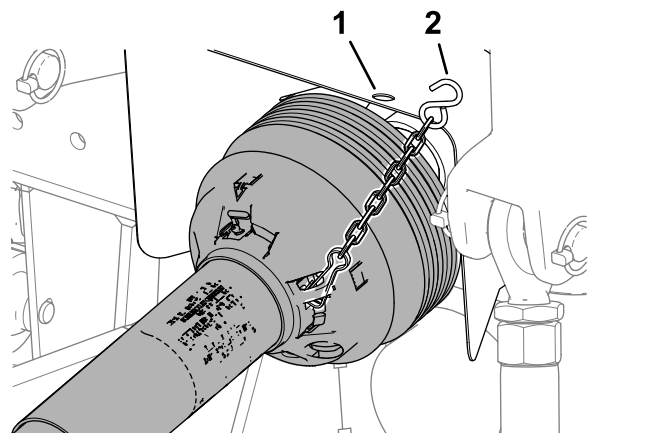

図 49
5. トラクションユニットの PTO から安全シールドチェーン 図 49を外すCE向けのみ。